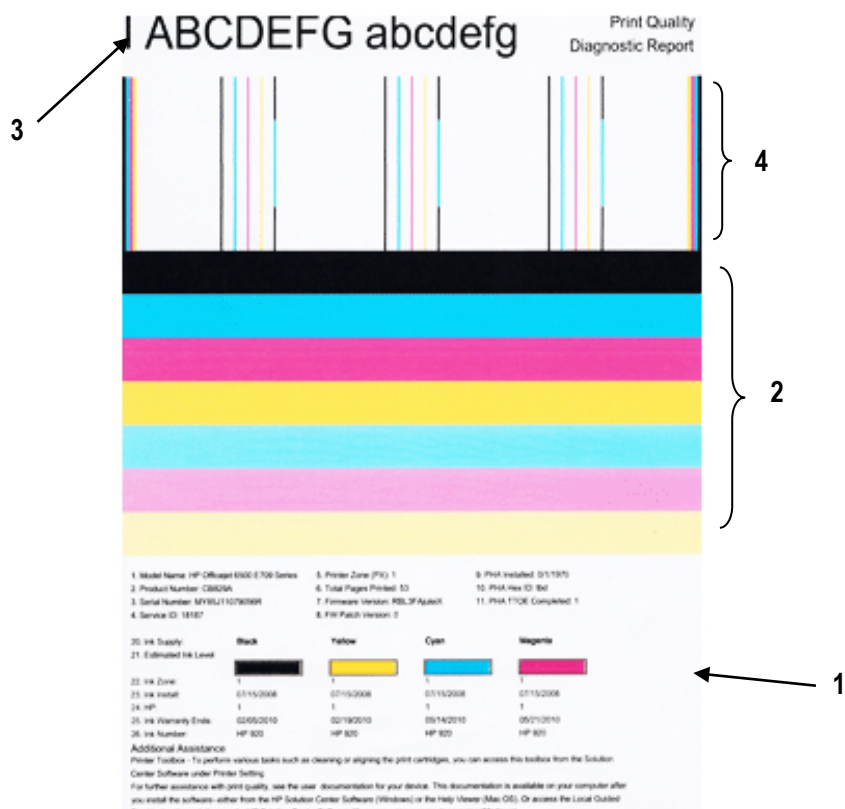

Рисунок 11 – Вид отчета качества печати
- Уровень чернил (поз. 1 рисунок 11).
- Семь цветных полос в середине страницы (поз. 2 рисунок 11). Если полосы сплошные, имеют четкие края, равномерно окрашены одним цветом и расположены поперек всей страницы, это означает, качество печати в норме.
- Крупный черный текст, распечатанный вверху страницы (поз. 3 рисунок 11). Шрифт текста должен быть четким и ясным. Если текст имеет зубчатые края – выполнить выравнивание принтера. При наличии штрихов или смазываний – выполнить очистку печатающей головки.
- Шаблоны выравнивания (поз. 4 рисунок 11). Вертикальные линии должны быть ровными. Если они имеют зубчатый характер, как на Рис. 12, необходимо выполнить выравнивание печатающей головки.